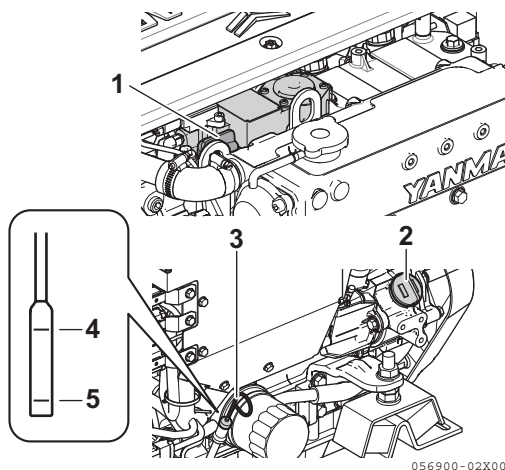

Figura 6
2. Retire la varilla de nivel (**Figura 6, (3)**) y límpiela con un trapo limpio.
4. Extraiga la varilla de nivel de aceite. El nivel de aceite debe encontrarse entre las líneas superior (**Figura 6, (4)**) e inferior (**Figura 6, (5)**) de la varilla de nivel.
1. Retire el tapón amarillo de la boca de llenado de aceite (**Figura 6, (1) (2)**) y rellene con aceite de motor.
2. Llene con aceite hasta el límite superior (**Figura 6, (4)**) de la varilla de nivel (**Figura 6, (3)**).